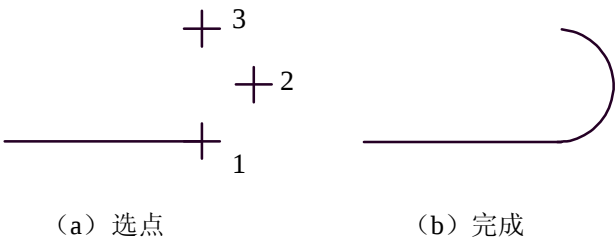

图 4-18 与直线相切的弧
(1) 单击【绘制工具】栏中的【圆弧】按钮.
(2) 单击立即菜单【1: 】, 从中选取【两点\_半径】选项。
(3) 按提示要求输入完第一点和第二点后, 系统提示又变为“第三点或半径”。此时如果输入一个半径值, 则系统首先根据十字光标当前的位置判断绘制圆弧的方向, 判定规则是: 十字光标当前位置处在第一、二两点所在直线的哪一侧, 则圆弧就绘制在哪一侧, 如图 4-18 (a)、
(b)。同样的两点 1 和 2, 由于光标位置的不同, 可绘制出不同方向的圆弧。然后系统根据两点的位置、半径值以及刚判断出的绘制方向来绘制圆弧。如果在输入第二点以后移动鼠标, 则在画面上出现一段由输入的两点及光标所在位置点构成的三点圆弧。移动光标, 圆弧发生变化, 在确定圆弧大小后, 单击鼠标左键, 结束本操作。图 4-18 (c) 为鼠标拖动所绘制的圆弧。